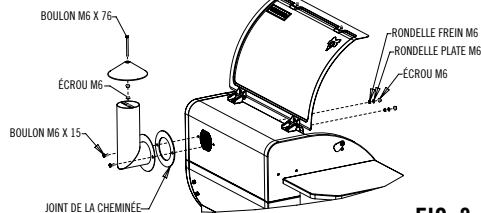

FIG. 3
1. Monter la cheminée sur le barbecue comme indiqué à la Fig 3. S'assurer que le joint de la cheminée est placé entre le barbecue et la cheminée.
3. Placer le boulon M6 x 76 à travers le chapeau de la cheminée et l'attacher au moyen d'un (1) écrou M6. Visser un deuxième écrou sur le boulon en laissant environ 3,8 cm à partir de l'extrémité supérieure du chapeau. Visser l'ensemble du chapeau vers le bas dans le support de la cheminée jusqu'à ce que l'écrou du bas touche le support. Voir la Fig 3.